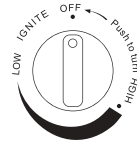

Рис. 20.
1. Поверните ручку управления в положение OFF (ВЫКЛ.) (рис. 20).